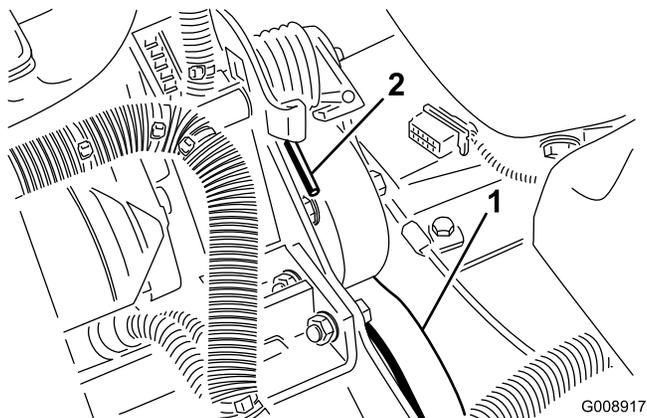

Figura 54
- Empurre a mola para a frente e para trás (Figura 54) para a desprender do apoio e libertar a tensão da mola.